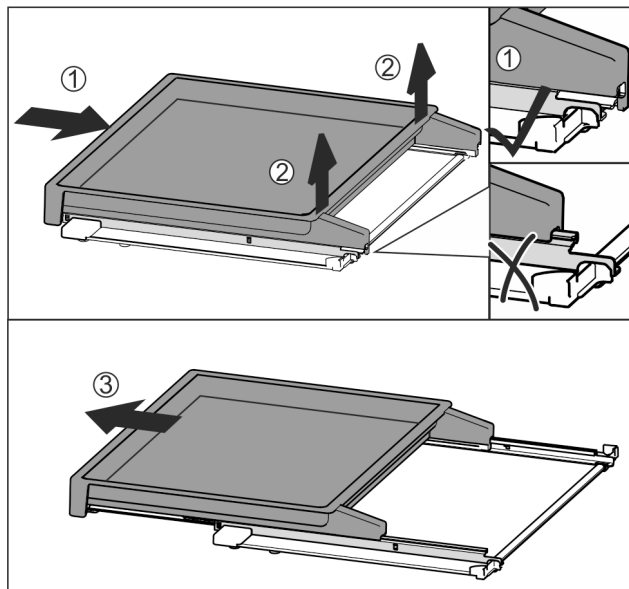

Fig. 112
- Izvlačni pretinac pogurnite do kraja Fig. 112 (1).
- Otpustite zapor sa stražnje strane Fig. 112 (2).
- Izvadite izvlačni pretinac prema naprijed Fig. 112 (3).